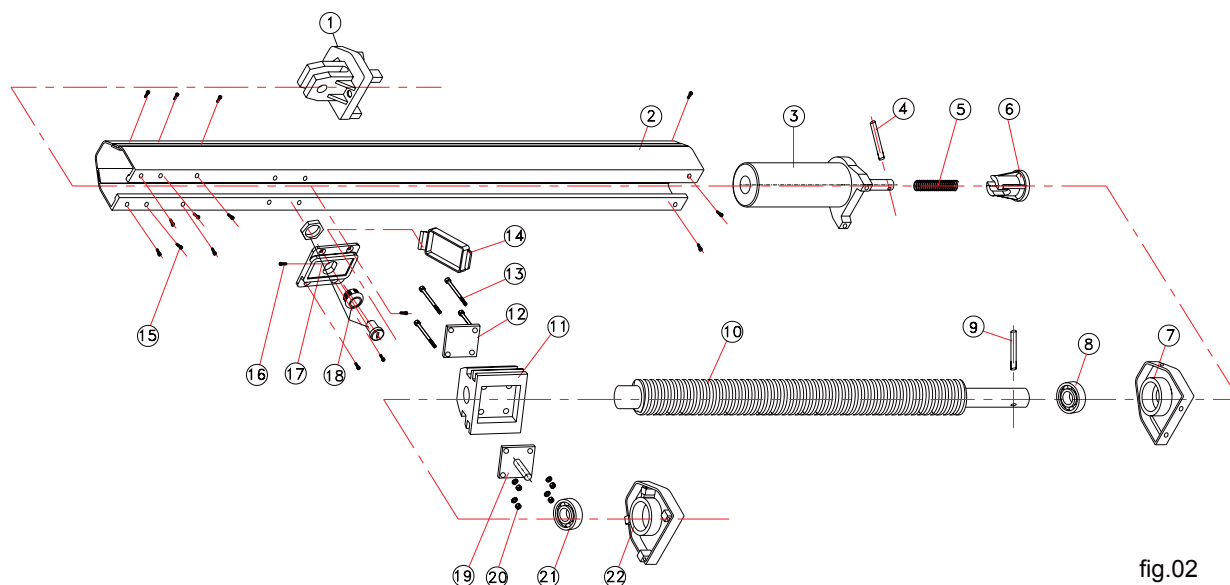

fig.02
1.2.2 Estructura interna: (fig.02)